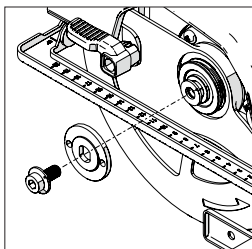

**Abb. 3**
- Finden Sie die Spindel-Sperrtaste der Maschine (an allen Maschinen in ähnlicher Position). Sperren Sie die Spindel der Maschine durch Betätigen der Spindel-Sperrtaste. **(Abb. 3)**